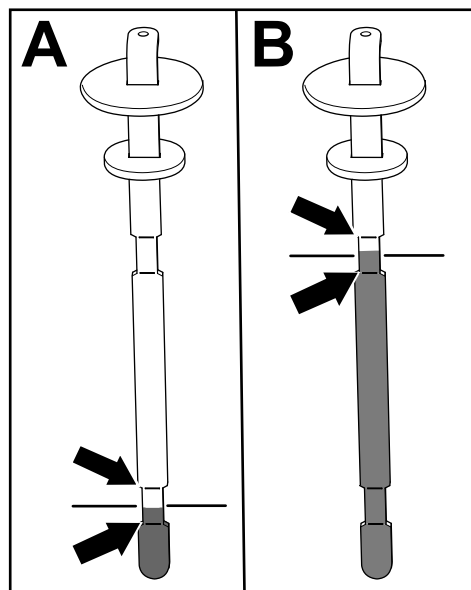

図 79
5. ディップスティックを抜いて油量を点検する 図 79。
2 本のマークの間であれば適切 A 図 79。その下のマークより上でもOK。
- 油圧駆動式アタッチメント用ホースキットを搭載している場合オイル量がディップスティックについている上側の 2 本のマークの間であれば適切 B 図 79。